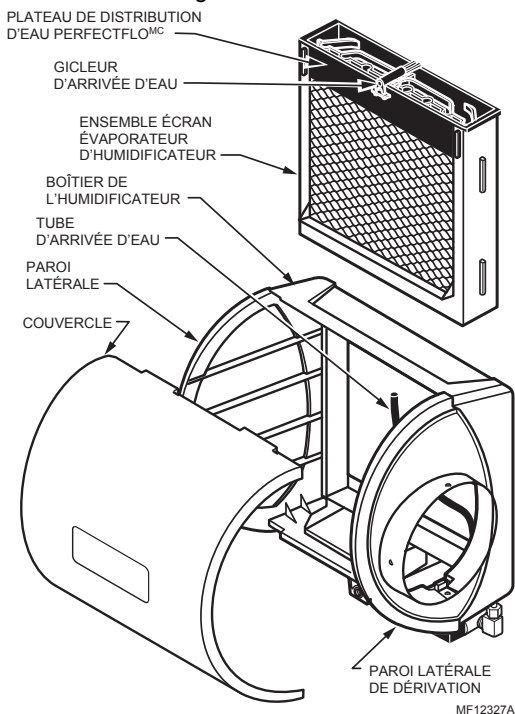

Fig. 17. Nettoyage de l'humidificateur.
2. Enlever le couvercle de l'humidificateur. Voir la Fig. 17.